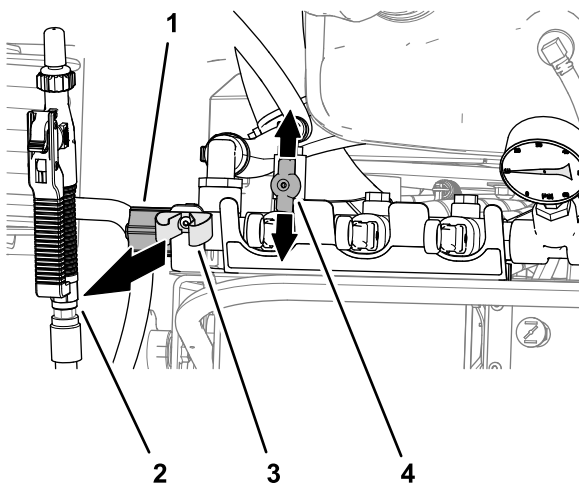

Figura 47
3. Retire la lanza de fumigación del clip del lado izquierdo de la máquina (Figura 47).
5. Abra la válvula de cierre de la lanza de fumigación (Figura 47).
6. Utilice la válvula de control (Figura 47) para ajustar la presión del sistema de fumigación como se indica a continuación:
9. Cierre la válvula de cierre de la lanza de fumigación, apague la bomba de fumigación e introduzca la lanza de fumigación en el clip (Figura 47).